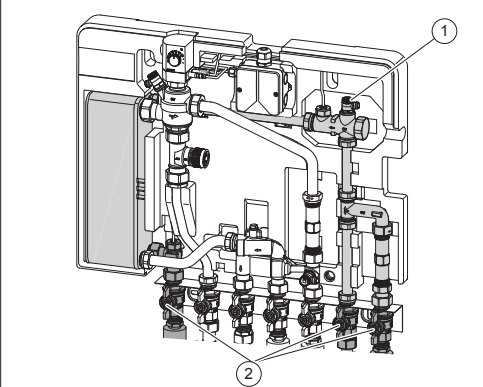

Fig. 3: Démontage/Montage du capteur de débit
- Fermer les 3 robinets à tournant sphérique repérés (voir Fig. 3 (2)) situés sur le bloc de raccordement avec robinets à tournant sphérique.
(1)	Robinet de purge (dans le boîtier du capteur de débit)
(2)	Robinet à tournant sphérique
- Ouvrir le robinet de purge (voir Fig. 3 (1)) du capteur de débit pour mettre la conduite hors pression.